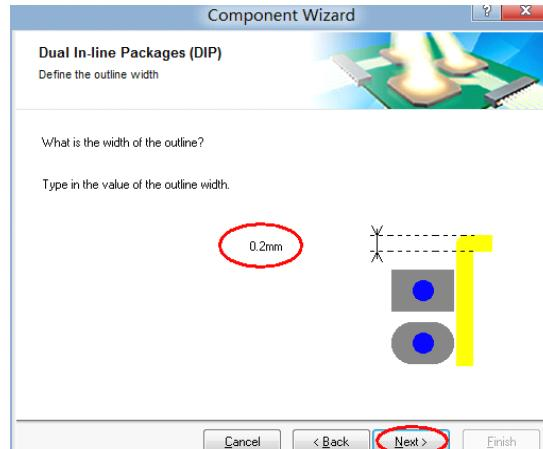

图 6-6.43 设置外形线宽
**Step8:** 单击 Next，在 Dual In-Line Packages (DIP) Define the outline width 对话框中输入外形线宽。如图 6-6.43 所示。